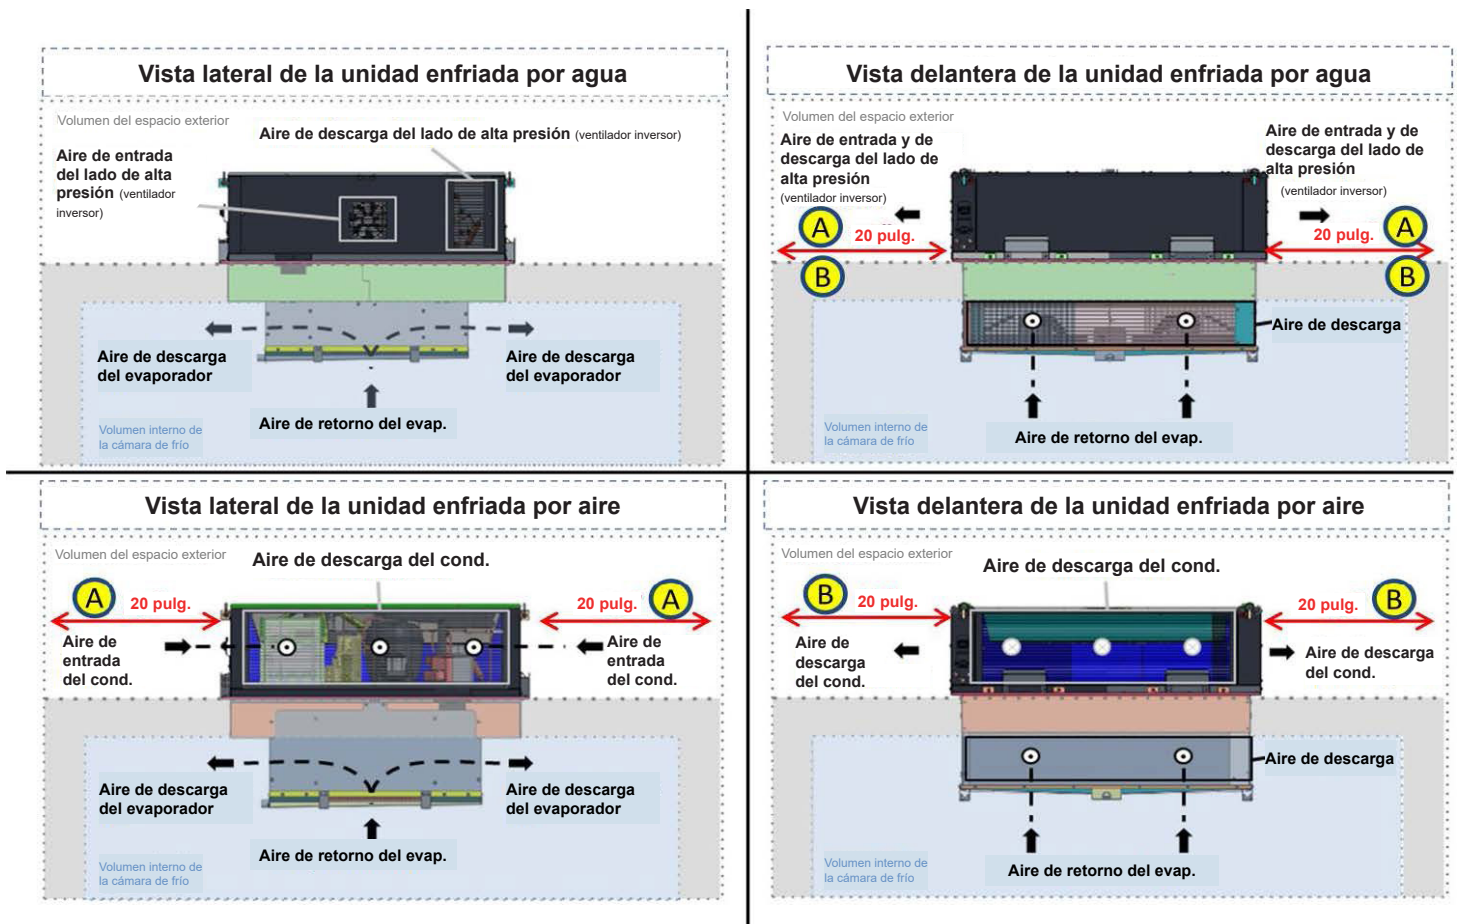

Figura 4 – Diagrama del flujo de aire
- La distancia mínima entre el lado de entrada de aire del condensador y cualquier pared u obstrucción es de 20 pulg.; Vea “A” en la Figura 4.
- El espacio mínimo entre el lado de salida de aire del condensador y cualquier pared u obstrucción es de 20 pulg.; Vea “B” en la Figura 4.